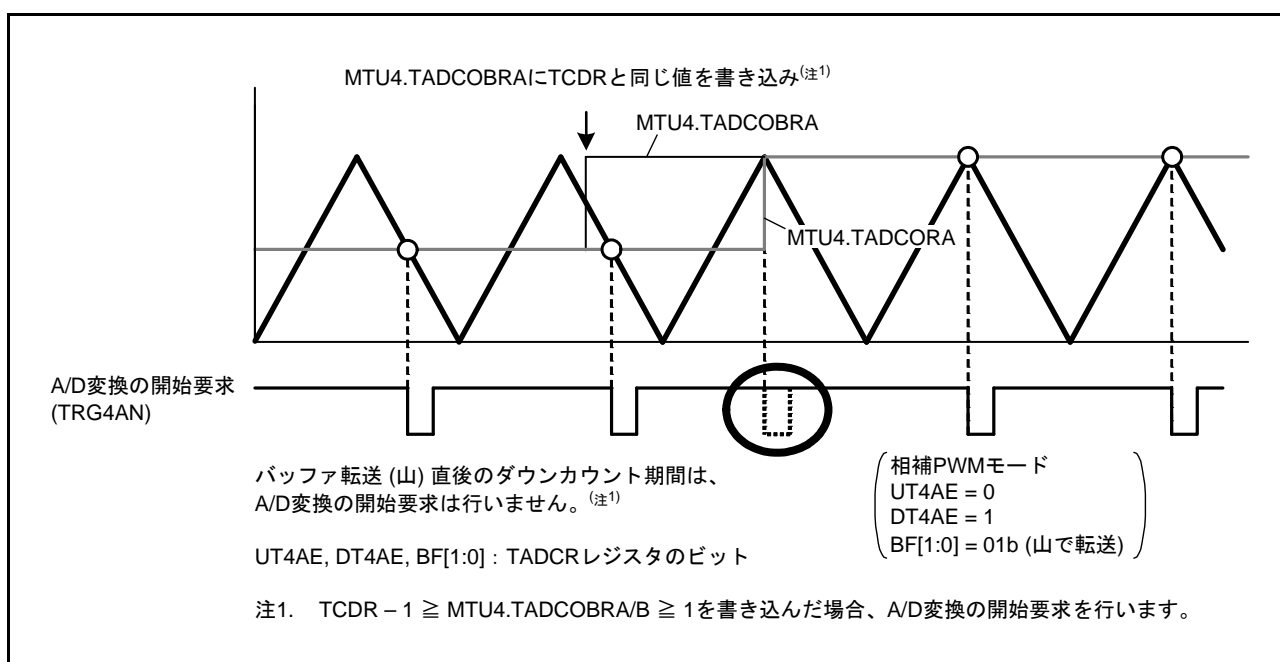

図 20.126 MTU4.TADCOBRAにTCDRと同じ値を書き込んだときのA/D変換の開始要求
- MTU4.TADCOBRA, MTU4.TADCOBRB レジスタに TCDR レジスタと同じ値、かつ、MTU4.TADCR レジスタの DT4AE, DT4BE ビットに“1”を設定して、MTU4.TCNT カウンタの山でバッファ転送したとき、転送直後のダウンカウント期間については A/D 変換の開始要求を行いません (図 20.126)。